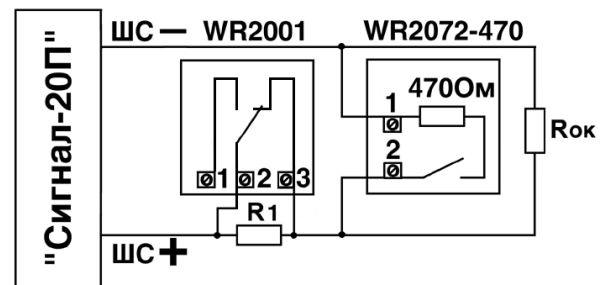

Рис. 2. Подключение извещателей серии WR2000 к ППКОП «Сигнал - 20П»
- Ручные извещатели ИПР-СС (WR2001/SR) включаются в шлейф последовательно или параллельно. При последовательном включении используются нормально замкнутые контакты 2, 3 извещателя с шунтированием их резистором R1 8,2 кОм (рис. 2). При параллельном включении извещателей серии WR2000 используются нормально разомкнутые контакты 1, 2 с последовательно включенным резистором (рис. 2). В извещателе WR2072/SR-470 уже установлен резистор 470 Ом, в ИПР-СС (WR2001/SR) его необходимо установить при монтаже.